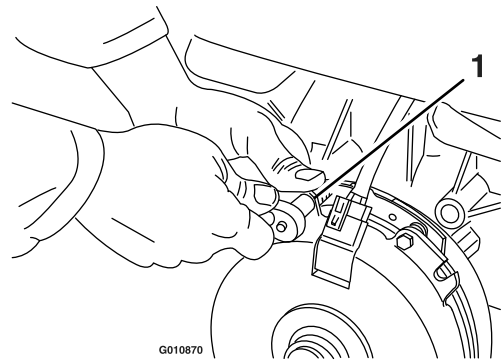

Figura 75
- A. Afloje ambos pernos de montaje del freno entre media y una vuelta, según se muestra en Figura 75.